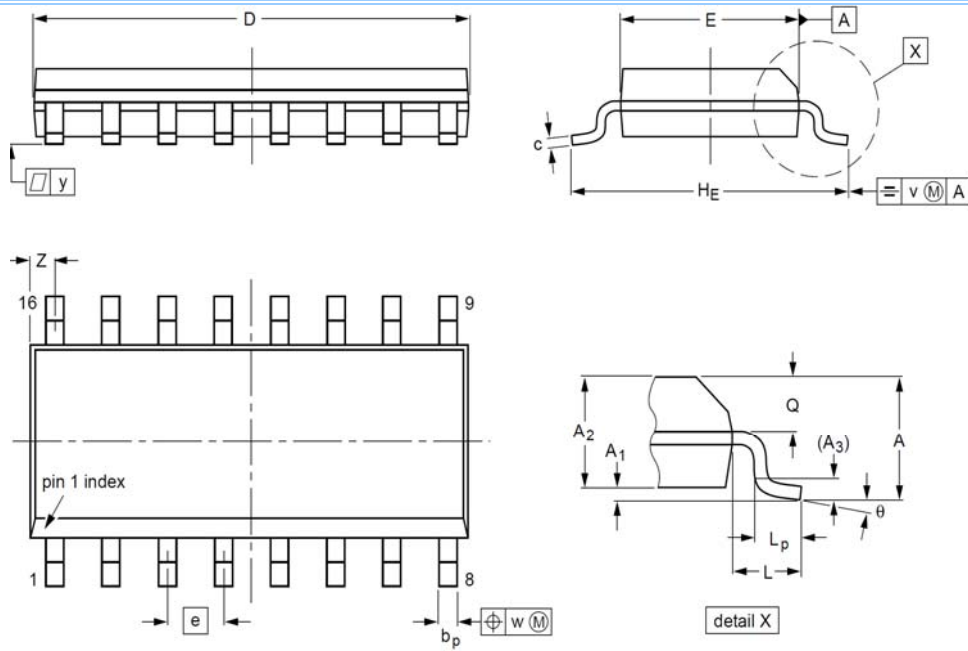

图 19 SOT109-1
- SOP16L——16 脚塑料小形封装，宽 3.9mm；请参见图 19。
表 9 图 19 的尺寸说明（英寸数是从毫米尺寸换算出来的）
- SSOP20——20 脚塑料小形封装，片体宽度 4.4mm，参见图 19。